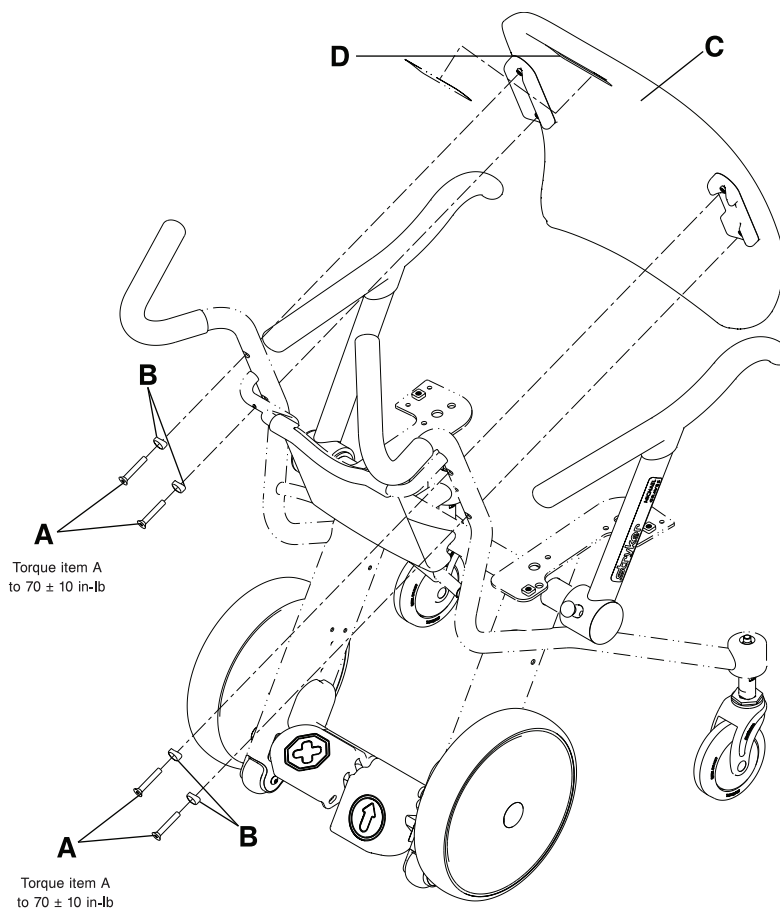

Figur 9-20: Avlägsna sätesryggen
2. Ta bort de fyra skruvarna med försänkt huvud (A) och adaptrarna (B) för att avlägsna sätesryggen (C) från stolens ram, med hjälp av en 3/16-tums insexnyckel. Spara skruvarna, adaptrarna och sätesryggen (Figur 9-20 på sidan 9-36).
3. Vid tillbakamonteringen av sätesryggen ska du använda en 3/16-tums insexnyckel för att montera tillbaka de fyra skruvarna med försänkt huvud (A) och adaptrarna (B) (som avlägsnades i steg 2) för att fästa sätesryggen (C) vid stolens ram (Figur 9-20 på sidan 9-36). Dra åt skruvarna till  $70 \pm 10$  tum-pund ( $8 \pm 1,1$  Nm), med hjälp av en 3/8-tums momentnyckel.